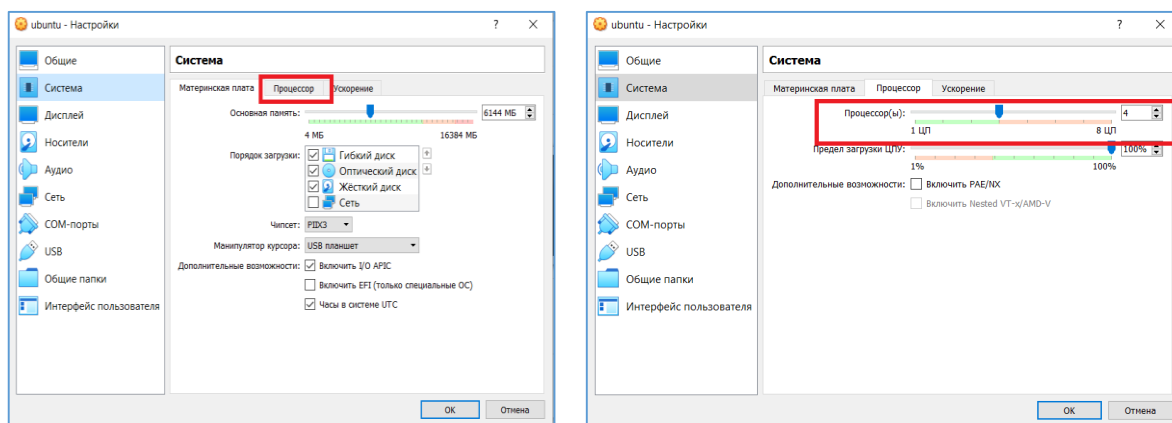

Рис. 7. Настройка процессора
6.3. Перейти во вкладку процессор и разрешить использование 4 или более ядер (количество разрешенных к использованию ядер зависит от общего количества ядер процессора, рис. 7)